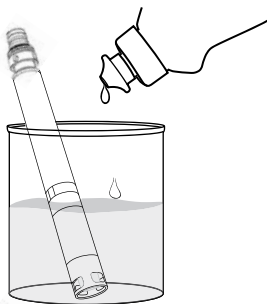

Abbildung 72 Reinigen von pH- und pH/ORP-Sensor mit Spülmittel
2. Tauchen Sie ihn 10 Minuten in eine Lösung aus klarem Wasser und mildem Spülmittel (Abbildung 72). Spülen Sie den Sensor mit Leitungswasser ab und untersuchen ihn.